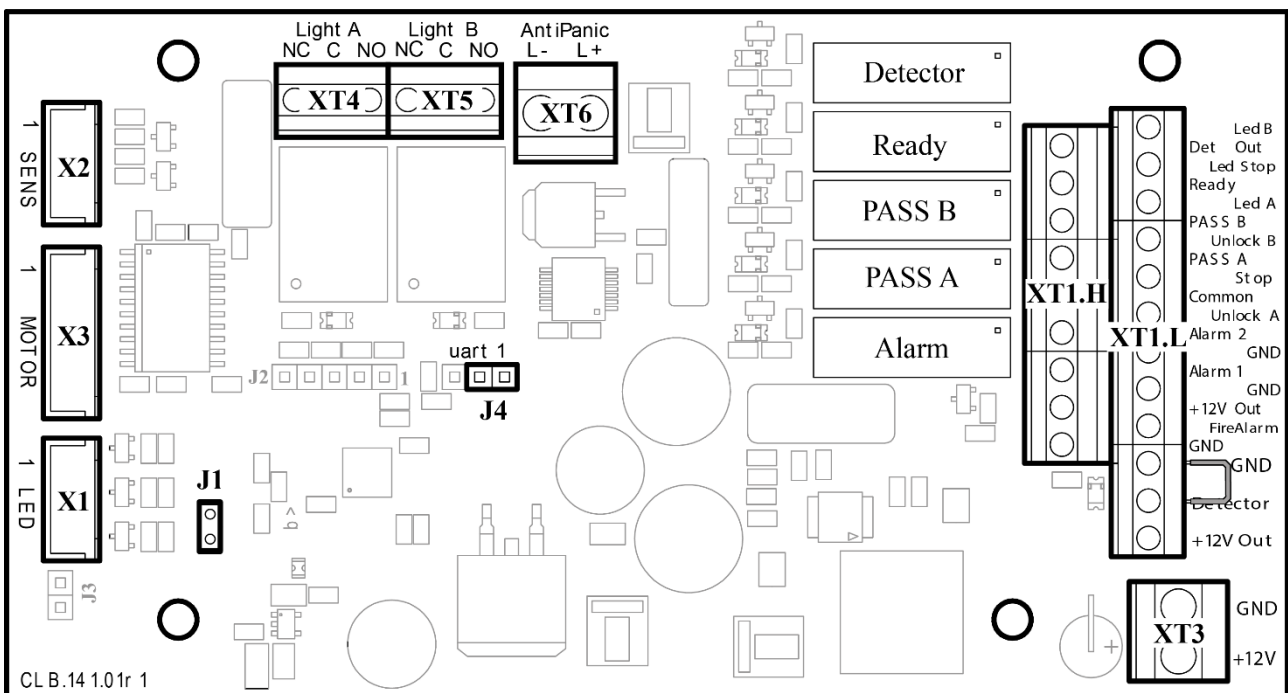

Рисунок 5. Внешний вид платы управления
ПДУ подключается к плате управления гибким многожильным кабелем (12) через клеммную колодку *XT1.L* (см. рис. 5 и 11).
Изменить ориентацию ПДУ относительно установки турникета (если по месту установки турникет обращен к оператору не лицевой, а тыльной стороной) можно, поменяв местами провода от ПДУ, подключаемые на контакты *Unlock A* и *Unlock B*, а также *Led A* и *Led B* соответственно (см. рис. 5 и 11).
Общий вид платы управления показан на рис. 5.
Подключение указанных устройств производится с помощью кабеля (5) к соответствующим клеммным колодкам **ХТ1.Л** и **ХТ1.Н** платы управления в соответствии со схемой электрических соединений (см. рис. 5 и 11).
Обозначения установленных на плате управления клеммных колодок и назначение их контактов показаны на рис. 5.
Факт срабатывания/отпускания реле *PASS A*, *PASS B*, *Ready*, *Detector* и *Alarm* можно определить по загоранию/гашению красных индикаторов, которые установлены вблизи указанных реле (см. рис. 5).
Режим управления определяется наличием переключки на разъеме *J1* (расположение разъема *J1* показано на рис. 5 и на наклейке, расположенной на внутренней поверхности крышки с блоком индикации (2): переключка установлена – импульсный режим управления, переключка снята – потенциальный режим управления). При поставке переключка установлена.